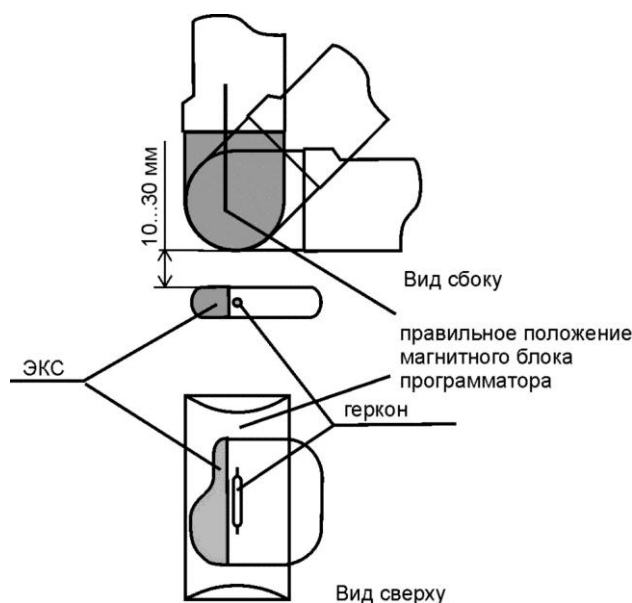
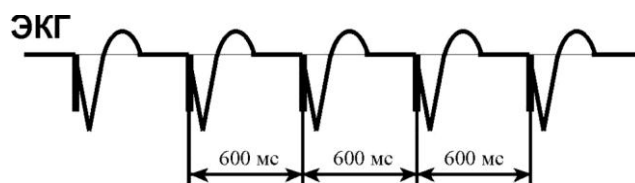

Рис.2. Расположение магнитного блока программатора над стимулятором.
Рис.3. Артефакты ЭКГ в режиме магнитного теста – магнитный блок программатора расположен над стимулятором (стимуляция – монополярная).
4.1. Расположите магнитный блок программатора на пациенте над имплантируемым стимулятором на расстоянии 10...30 мм (рис.2.), таким образом, чтобы стимулятор перешел в режим магнитного теста (рис.3.).
Кнопкой ↓ переместить мигающий красный светодиод строки на последнюю строку с надписью СТАНДАРТ. Положение красного мигающего светодиода столбца не имеет значение. Расположите программатор над стимулятором согласно рис.2. и введите в соответствии с п.4.2. код программы в стимулятор. Параметры режима СТАНДАРТ указаны на передней панели программатора красным цветом: